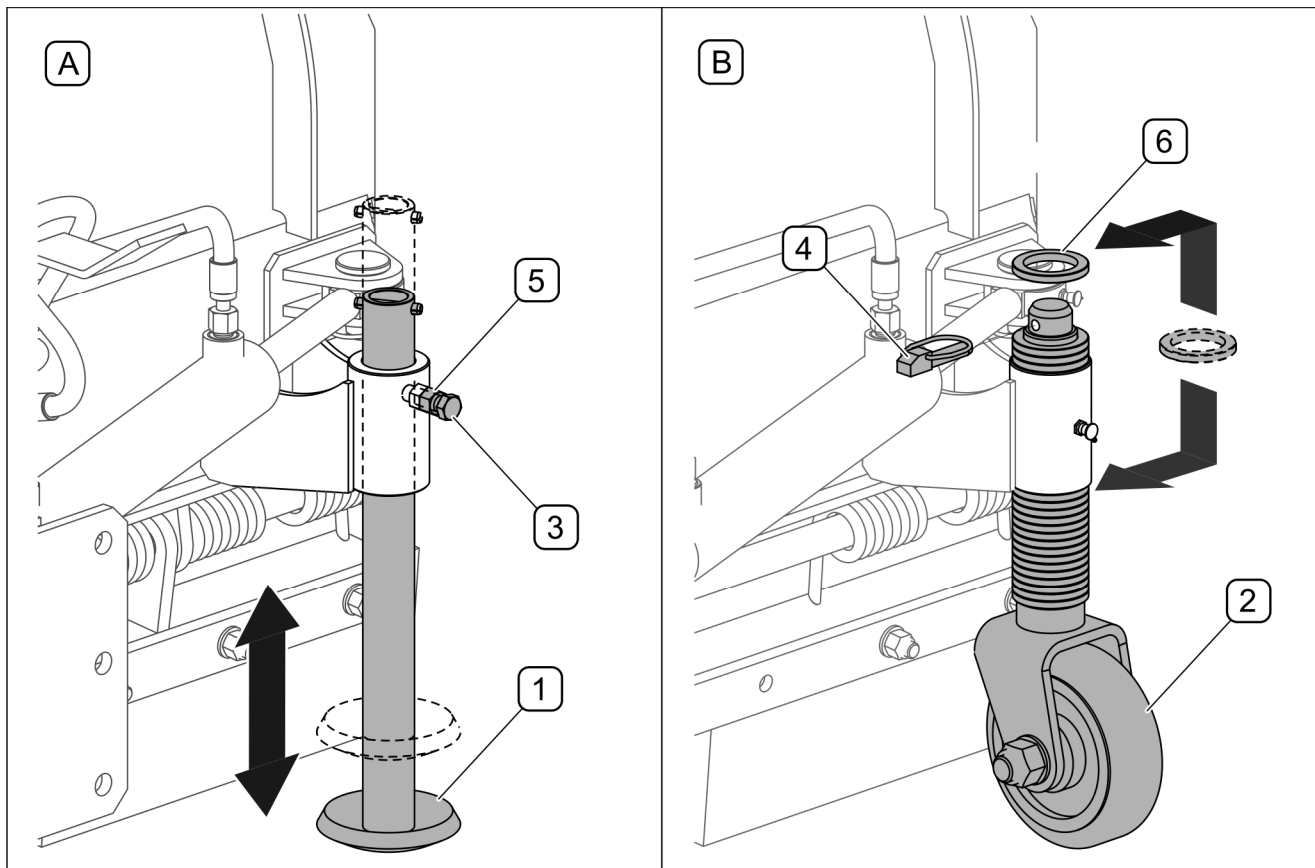

РИСУНОК 4.8 Регулирование рабочей высоты
В снегоотвалах, оснащенных скользящими (А), для регулировки рабочей высоты (РИСУНОК 4.8) необходимо слегка отвинтить гайки (5) и болты (3) и соответственно выдвинуть или убрать скользящие (1) из направляющей. Скользящие правого и левого отвалов должны располагаться на одинаковой высоте. Регулирование левого и правого скользящего осуществляется аналогичным способом.
(1) - скользящий; (2) - ходовое колесо; (3) - прижимной болт (4) - страховочная чека;
(5) - контргайка; (6) - дистанционная шайба (толщина 6 мм)
Опционально снегоотвал может быть оснащен ходовыми колесами (В) (РИСУНОК 4.8). Регулирование высоты ходовых колес происходит при помощи дистанционных шайб через каждые 6 мм. Чтобы поднять колесо (1), необходимо вынуть шплинт (2) и переложить дистанционные шайбы на стойку колеса сверху. Высота правого и левого колес должна быть одинаковой. Рекомендуемое расстояние от нижней кромки отвала до очищаемой поверхности - $6 \div 12$ мм.